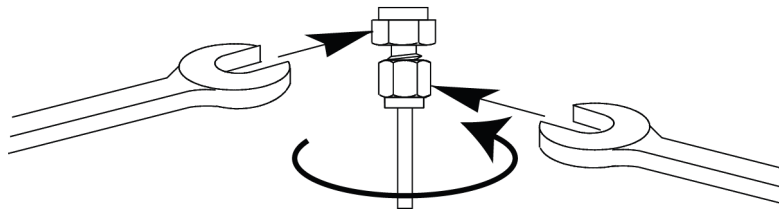

Figura 19. Apriete final
7. Para conexiones Swagelok de 1/8 pulgadas, utilice un par de llaves para apretar la conexión 3/4 de vuelta. Consulte la Figura 19.